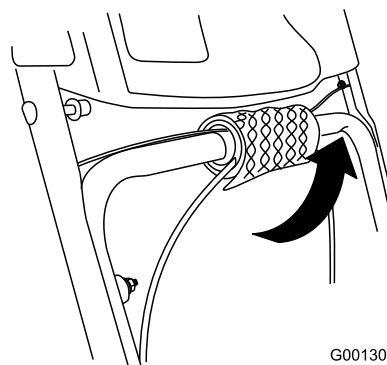

Figure 5
1. Enlevez et jetez le papier bulle qui entoure les câbles sur la partie inférieure du guidon (Figure 5).